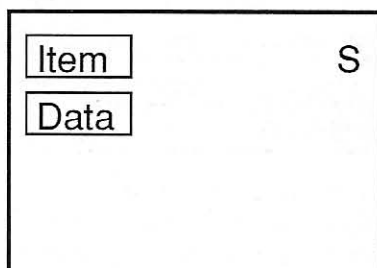

Рис. 1
3. На экране появится сообщение о вхождении в сервисный режим (**рис. 1**).
В окне «Item» на **рис. 1** отображаются пункты (параметры) сервисного меню, в окне «Data» – значения этих параметров. Заметим, что в некоторых версиях программного обеспечения процессора этого шасси при вхождении в сервисный режим отображается только буква «S», а для отображения параметров сервисного меню надо дополнительно нажать кнопку «Меню» на телевизоре.